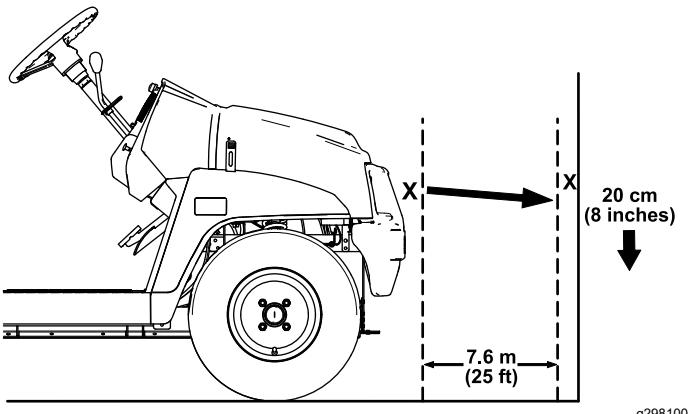

Bild 40
1. Stellen Sie die Maschine auf einer ebenen Fläche ab, dabei sollte der Abstand der Scheinwerfern ca. 7,6 m von einer Wand entfernt sein (Bild 40).
Der hellste Teil des Scheinwerfers sollte 20 cm unter der Markierung an der Wand liegen (Bild 40).